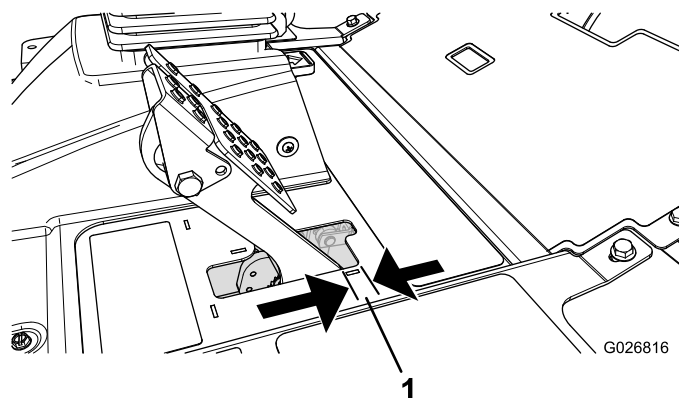

Figura 69
Ajuste los frenos si el pedal de freno tiene más de 2,5 cm de holgura (Figura 69), o cuando se necesite más fuerza para frenar. La holgura es la distancia que recorre el pedal de freno antes de notarse una resistencia de frenado.
2. Apriete la tuerca trasera para mover el cable hacia atrás hasta que los pedales de freno tengan una holgura de 6,3–12,7 mm (Figura 69) antes de que se bloquee la rueda.